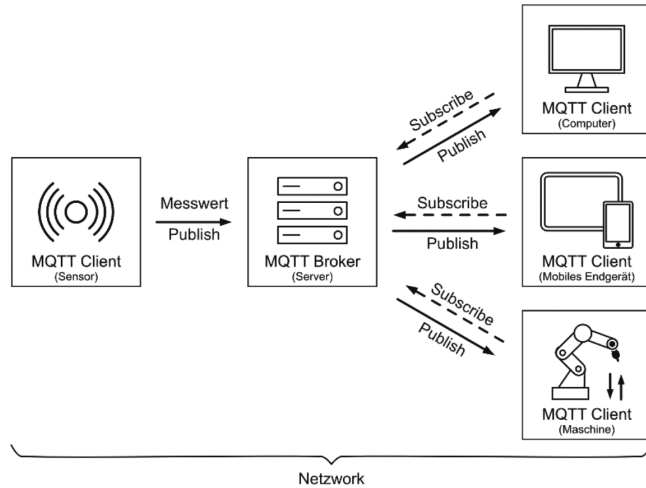

Abbildung 4: Funktionsprinzip des MQTT-Kommunikationsprotokoll nach [3].
- Zur Sicherstellung eines geeigneten Datenaustausches soll das sog. MQTT-Kommunikationsprotokoll zum Einsatz kommen, das von Beginn an mit einem möglichst geringen Energiebedarf sowie einer ebenfalls geringen Bandbreite entwickelt wurde. Heute zählt es zu den etabliertesten Lösungen für den IIoT-Datenaustausch und verfügt über einen offiziell zugelassenen OASIS- sowie einen ratifizierten ISO-Standard. Zu den wesentlichen Stärken von MQTT zählen die Übertragungsgeschwindigkeit, Zuverlässigkeit und Einfachheit bei der Einbindung weiterer Geräte, Energieeffizienz, verfügbarer Support und eine nahezu unlimitierte Anzahl weiterer verknüpfbarer Geräte. Aufgrund dieser Stärken wird es standardmäßig von Unternehmen mit Spezialisierung auf IIoT-Lösungen genutzt, bspw. von IBM oder Amazon Web Services (AWS). Die grundsätzliche Architektur ist in Abbildung 4 dargestellt. Es zeigt (von links nach